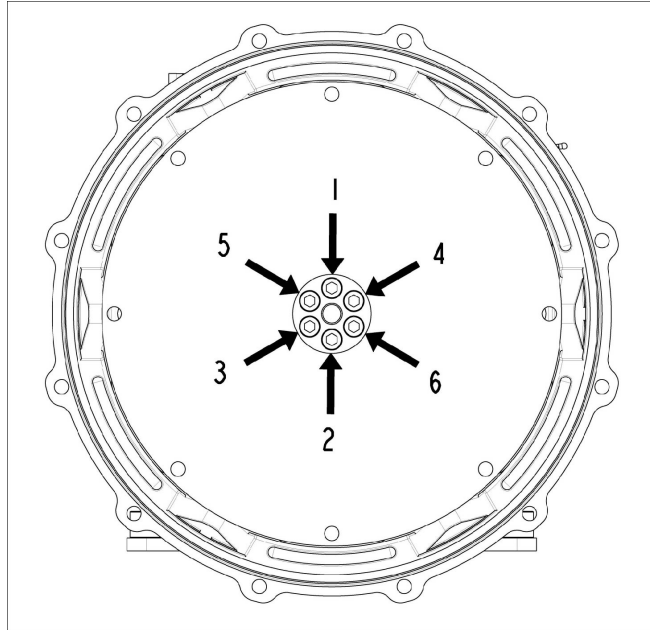

FIGURA 22. SECUENCIA DE FIJACIÓN AL CUBO
4. Si es necesario, apriete los pernos de los discos de acoplamiento en la secuencia que se muestra en Figura 22 en la página 40 . Consulte Capítulo 9 en la página 67 para obtener información sobre el par de apriete.